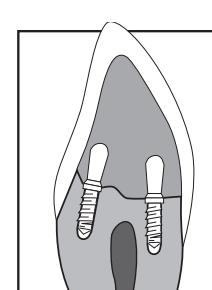

Figure 8
- Build up with restorative material of choice (**Fig. 8**).
- Mit beliebigem Restaurationsmaterial die Indikation fertigstellen (**Abb. 8**).